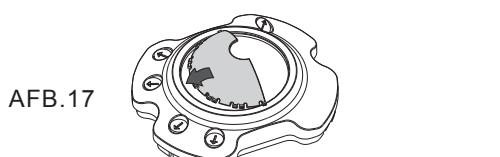

AFB.16
- Het gecarteerde deel van de lensschermen in AFB.16 verwijst naar de afgesneden delen.